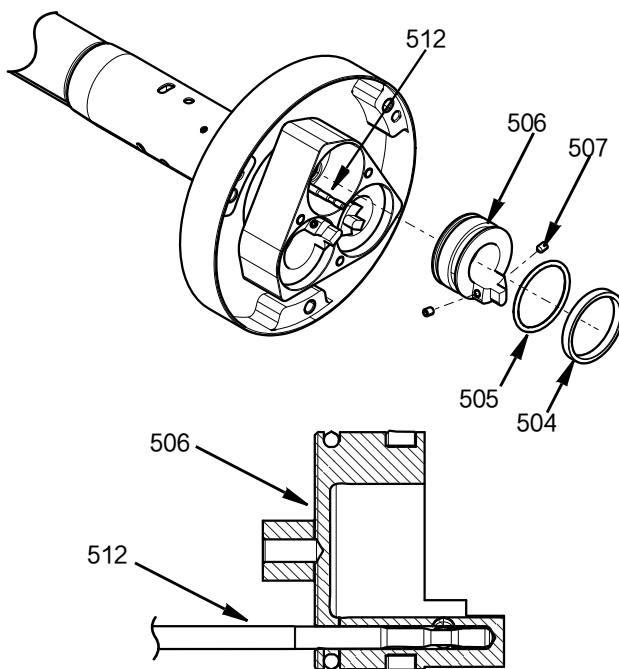

FIG. 31
- 使用合成润滑脂润滑 O 形圈 (505) 和导向环 (504)。
- 将柱塞插入气缸外壳 (509)，同时将柱塞杆截止阀孔与柱塞杆截止阀 (512) 对准。
- 一起推动柱塞和柱塞杆截止阀，使柱塞杆截止阀从底部进入柱塞孔。参见FIG. 31。
- 在两个 M4 螺丝 (507) 上拧上螺纹锁固剂 (Loctite™ 242 Blue 或同等产品) 并以 29.2 英寸磅 (3.3 牛·米) 的扭力拧紧以将柱塞和柱塞杆截止阀锁定在一起。
- 检查柱塞杆截止阀和柱塞的运动，让它们可以均匀运动而不受约束。参见FIG. 31。